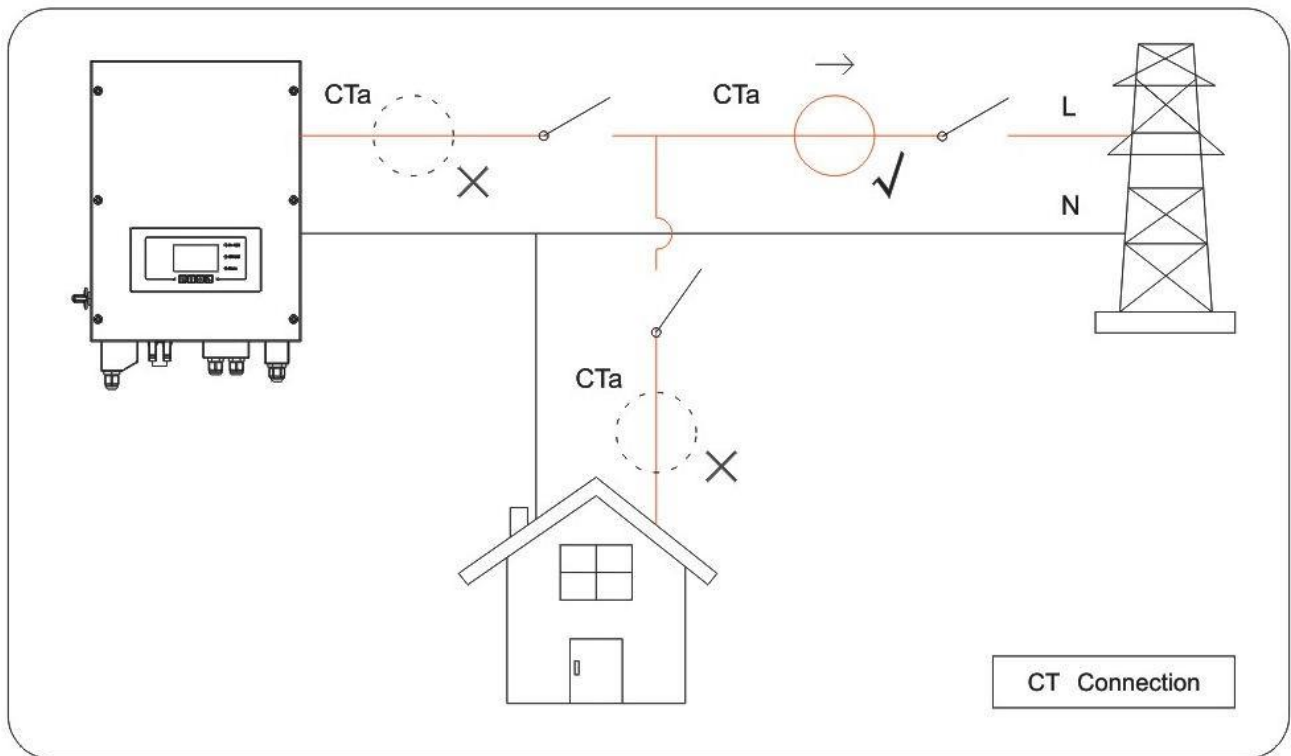

Fig. 11 Connexion CTa
TC (transformateur de courant) peut mesurer la valeur et la direction du courant alternatif. Reportez-vous à la Fig. 11 pour le raccordement correct du CTa.
**Étape 1 :** reportez-vous à la Fig. 11 pour connaître la position correcte du CTa. Enroulez le TC autour du fil L du réseau entrant, assurez-vous que la direction de la flèche du TC est « home → grid ».